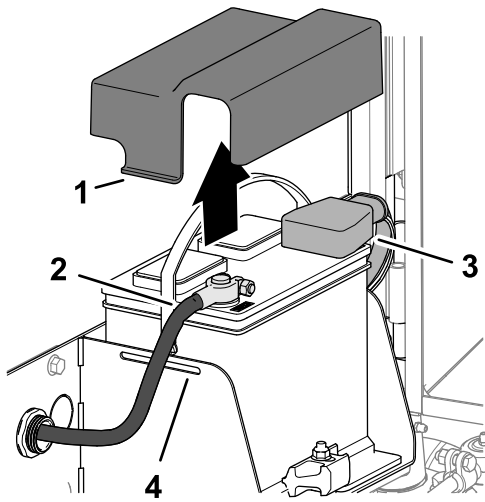

Figura 100
3. Presione los lados de la tapa de la batería y retire la tapa de la bandeja de la batería (Figura 100).